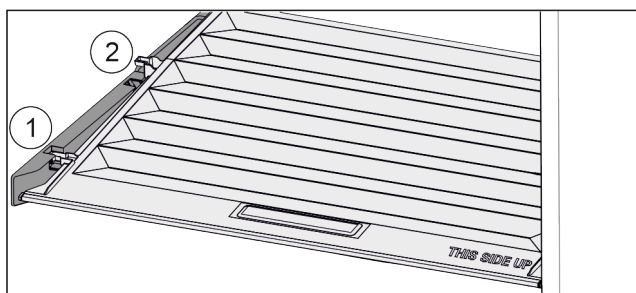

Fig. 45
- ▶ Tirer le couvercle vers l'avant jusqu'à dans l'orifice des pièces de retenue Fig. 45 (1).
- ▶ Le soulever par le bas à l'arrière et le sortir par le haut Fig. 45 (2).